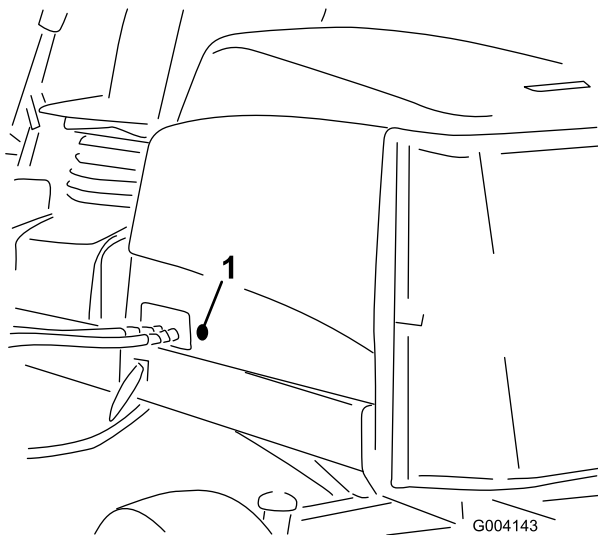

Figure 15
- Retirez le passe-câbles en caoutchouc du trou situé du côté gauche du capot (Figure 15).